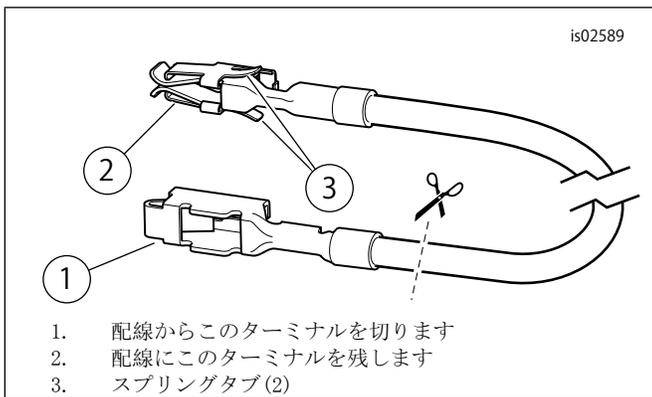

図24. ヒューズブロックアダプターワイヤー (DynaとSoftail)
1. 「図24」を参照。「2-1」スプライン構成。キットから赤色のシール付きスプラインコネクタ（「図34」のアイテム4を参照）を取り出します。サービスマニュアルの付録の説明に従って、キット付属の黒ワイヤー（13）を黒色トランスミッターアースワイヤーに接合します。キットのコンジット（10）を接合したアースワイヤー上にスライドさせます。
6. 「図24」を参照。「1-1」スプライン構成。キットから青色のシール付きスプラインコネクタ（「図34」のアイテム5を参照）を取り出します。サービスマニュアル付録の説明に従い、ガレージドアオープナーのワイヤーハーネス電源リードをアダプターワイヤーに接合します。
3. 「図34」を参照してください。キットからオレンジ/白ヒューズブロックアダプターワイヤー(12)を取り出します。各末端のターミナルを確認します(「図24」を参照)。スプリングタブ付きターミナルのみが、このヒューズブロックに合います。ワイヤーから慎重に未使用のターミナルを切り取り、廃棄します。